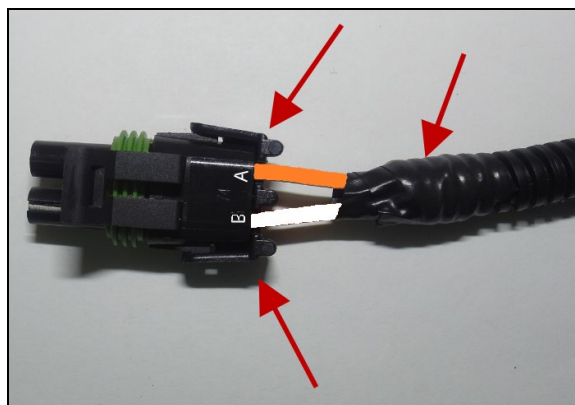

FIGURE 47
82. Enrouler la gaine annelée et les fils avec du ruban noir électrique, comme indiqué dans Figure 47.